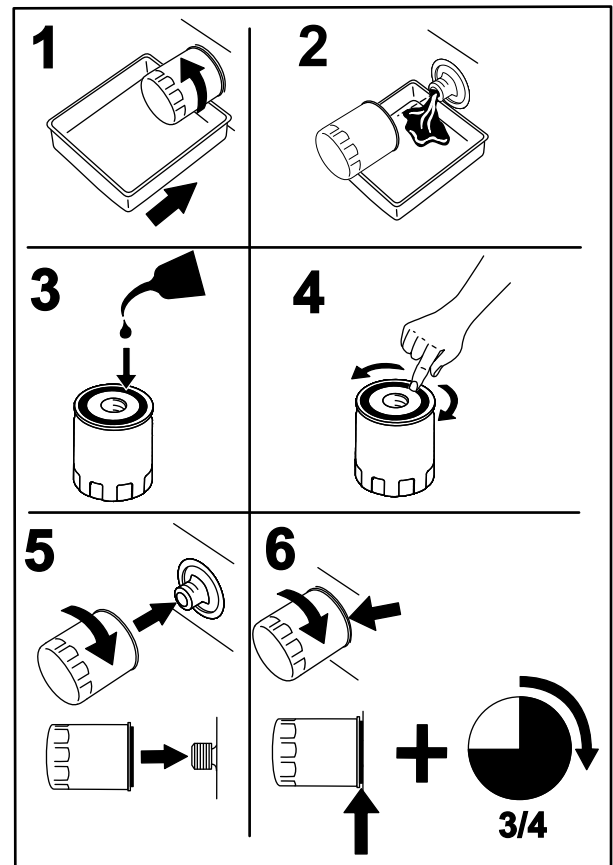

Figura 53
2. Cambie el filtro de aceite del motor (Figura 53).